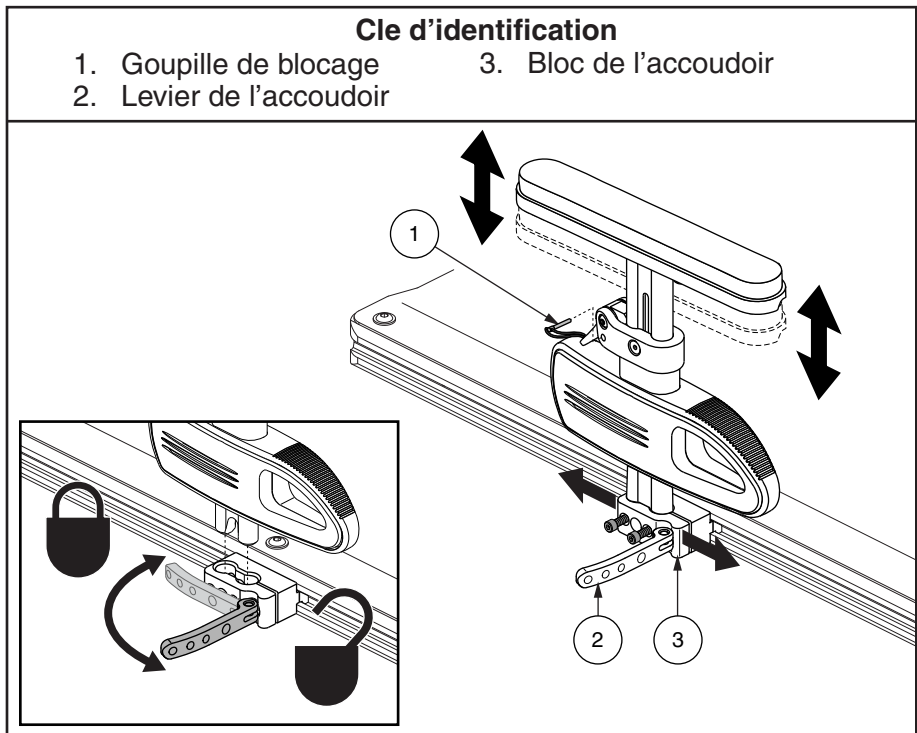

Figure 15. Retrait/Installation des accoudoirs pédiatrique abaissants à réglage rapide avec poteau unique
1. Tournez le levier de blocage de l'accoudoir vers l'avant. **Voir la figure 15.**
1. Placez le module d'accoudoir dans le verrou de montage. **Voir la figure 15.**
1. Si applicable, retirez la goupille de blocage. **Voir la figure 15.**